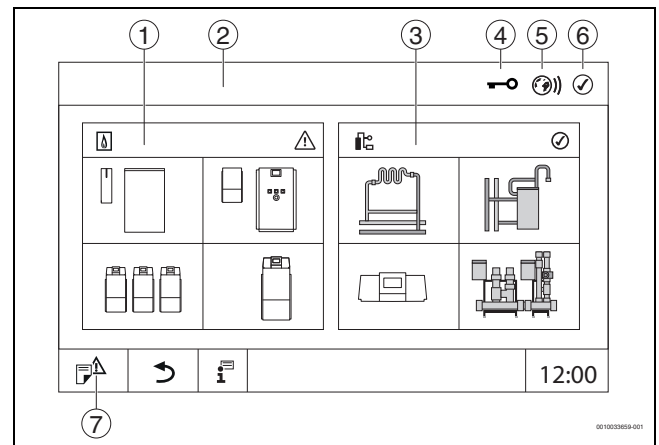

Fig. 8 Panoramica di sistema (esempio)
- Toccare **Impianto** (→ fig. 8, [3], pag. 17).